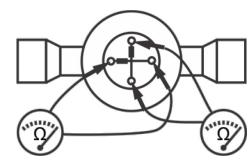

Fig. 5
- Para comprobación del motor: Retirar el cable conector de la válvula. Utilice un ohmímetro con el rango adecuado. Medir la resistencia del devanado por cada fase entre pines opuestos (ver Fig. 5) y comparar con los datos de la tabla a continuación.